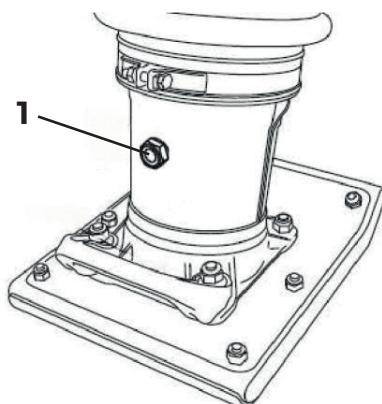

Рис. 18. Замена масла в рабочем цилиндре
Слив масла из рабочего цилиндра и заправка масла в рабочий цилиндр осуществляются через отверстие для контроля уровня масла с задней стороны рабочего цилиндра (Рис. 18).
4. Выверните пробку 1 и слейте масло в подготовленную для этого емкость (Рис. 18). Поднимите нижнюю часть вибротрамбовки за трамбовочный башмак для того, чтобы полностью слить масло из рабочего цилиндра.
8. Закрутите пробку 1 со смотровым отверстием для контроля уровня масла и верните вибротрамбовку в рабочее положение (Рис. 18).